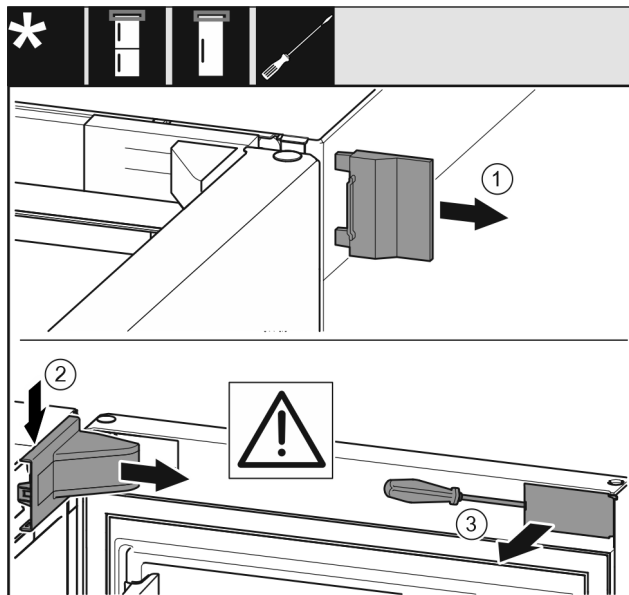

Fig. 7
- Noņemiet ārējo pārsegu Fig. 7 (1).
- Atbrīvojiet un noņemiet gultņa balsta pārsegu Fig. 7 (2).
- Atbrīvojiet aizsegu Fig. 7 (3) ar plakano skrūvgriezi un pagriežiet uz sāniem.